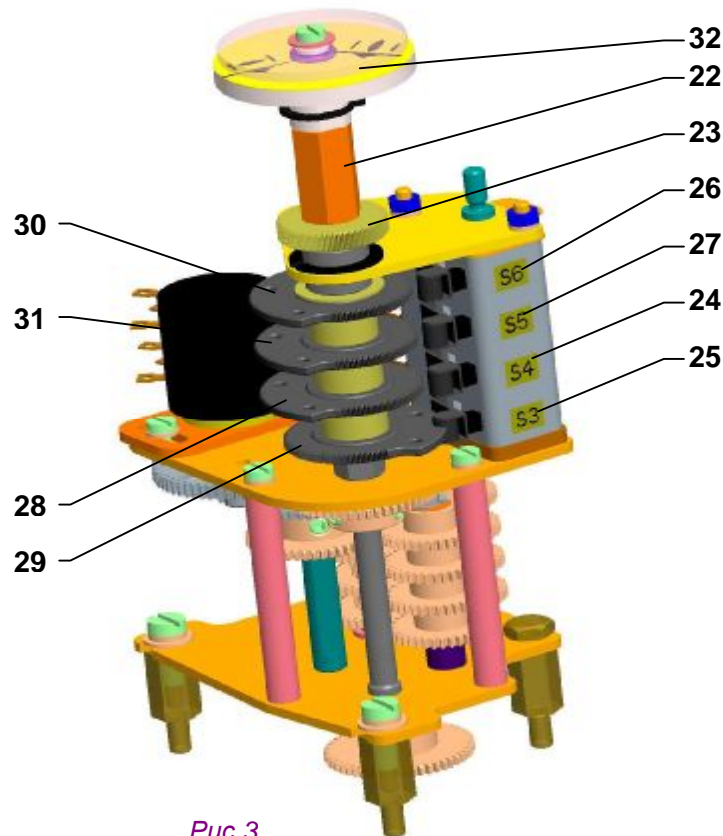

Рис.3
##### UL 1-Ex, UL 2-Ex (рис.3):
ЭП на заводе-изготовителе настроен на постоянный ход (согласно спецификации), указанный на типовом щитке. Насколько заказчик неспецифировал величину конкретного рабочего хода, рабочие обороты установлены на 5-ий ступень избранного ряда хода. При установке, настроении и перестановке выключателей положения и сигнализации поступайте следующим образом (Рис. 3) :
- переводное колесо переместите на требуемый ступень диапазона по Таб. 5а, Рис. 3с откреплением болта переводного колеса. После того его укрепите. При настройке переводного колеса следите за правильным зацеплением с колесом данного ступеня.
Рис.3с
**UL 0-Ex (рис.3а):**
При настройке и перестановке микровыключателей положения и сигнализации поступайте следующим образом (рис. 3а)::
- переставочное колесо переместите на требуемый ступень диапазона по Таб.5 и Рис.3б, ослаблением винта переставочного колеса. Следите за правильным зацеплением с колесом данного ступени.